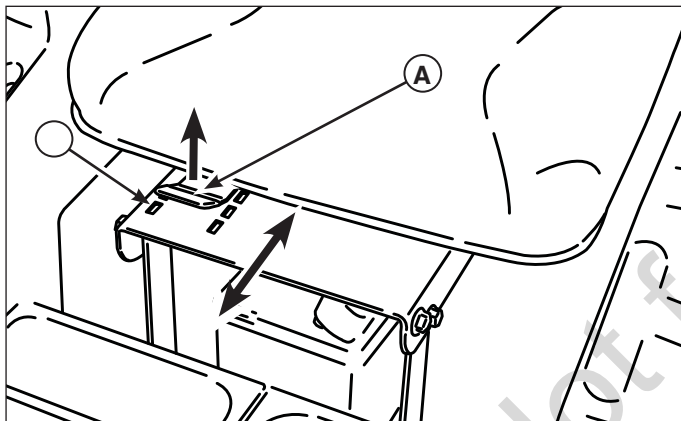

Figura 13. Ajuste del asiento
Levante la palanca de ajuste del asiento (A, Figura 13). Deslice el asiento hacia adelante o hacia atrás a la posición deseada, luego baje la palanca de ajuste del asiento. Asegúrese que la palanca se trabe en las ranuras (B) en la base del asiento.